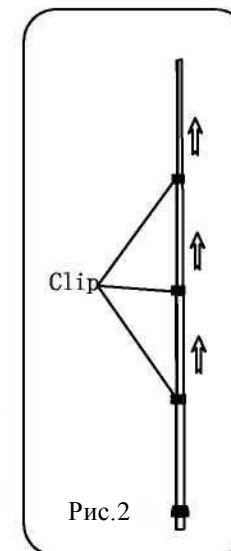

Рис.2
2. Полностью раздвиньте телескопическую стойку. Для чего, сначала ослабьте зажимы (см. рис. 2), а затем раздвиньте все части телескопической стойки. Снова поверните зажимы и зафиксируйте их. Убедитесь, что все части телескопической стойки жестко зафиксированы